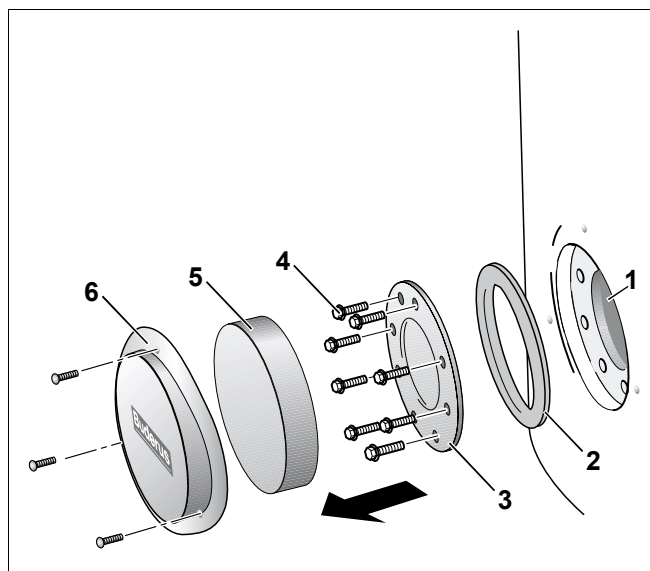

Рис. 10 Демонтаж крышки люка для чистки
- Отвернуть болты на крышке (рис. 10, поз. 6).
- Удалить крышку и теплоизоляционную шайбу (рис. 10, поз. 5).
- Отвернуть болты (рис. 10, поз. 4), снять крышку люка для чистки (рис. 10, поз. 3) и ее уплотнение (рис. 10, поз. 2).